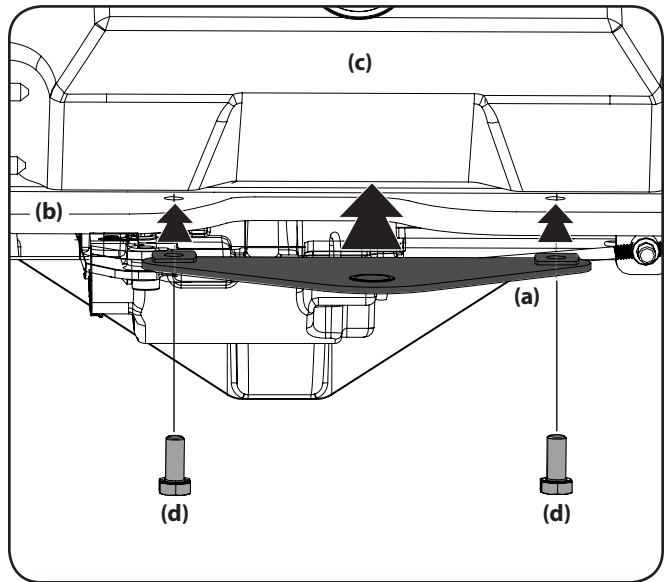

Figure 1-1
1. Faites glisser la plaque d'attelage (a) entre le châssis (b) et le couvercle arrière (c) de votre appareil. Voir Figure 1-1.
2. Lorsque les trous de la plaque d'attelage (a) et du châssis (b) sont alignés, insérez les deux boulons hexagonaux (d) dans le châssis (b) et dans la plaque d'attelage (a). Voir Figure 1-1.